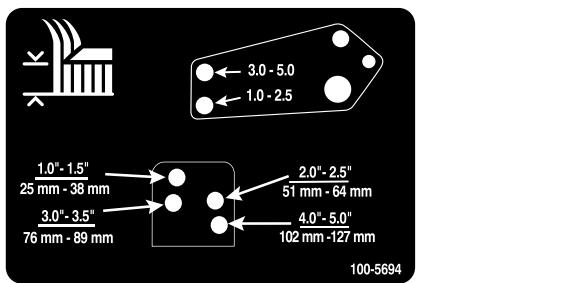

Рисунок 26
10. Совместите отверстия тяг демпферов с выбранными отверстиями кронштейнов высоты скашивания в раме деки газонокосилки, вставьте шплинтуюемые штифты и зафиксируйте их игольчатыми шплинтами (Рисунок 26).